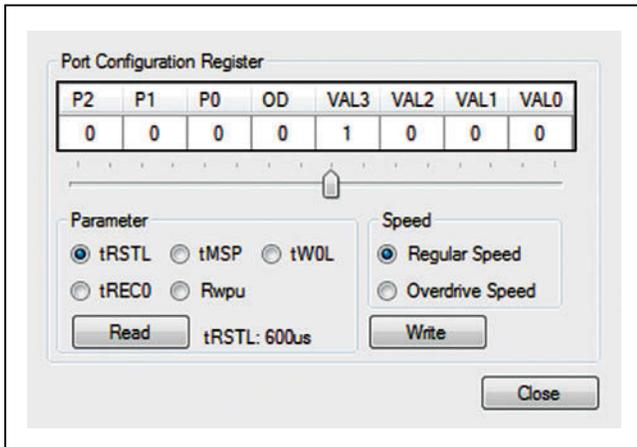

図14. Port Configuration Register
- **Change 1-Wire Timing** : Port Configurationレジスタの読み取りおよび1-Wireポート調整のための書込みを提供します。ウィンドウを図14に示します。表示されているタイミングパラメータの変更は、タイミングのParameterおよびSpeedを選択し、スライダの位置を調整して、Writeボタンをクリックすることによって行います。Readボタンをクリックすることによって、書込みの結果を確認することができます。終了するには、Closeボタンをクリックしてください。